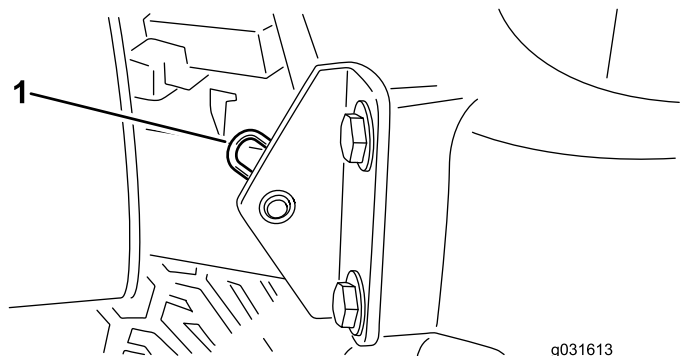

図 30
- フードのピボット部をブラケットに固定しているヘアピンコッターを抜取る 図 30。